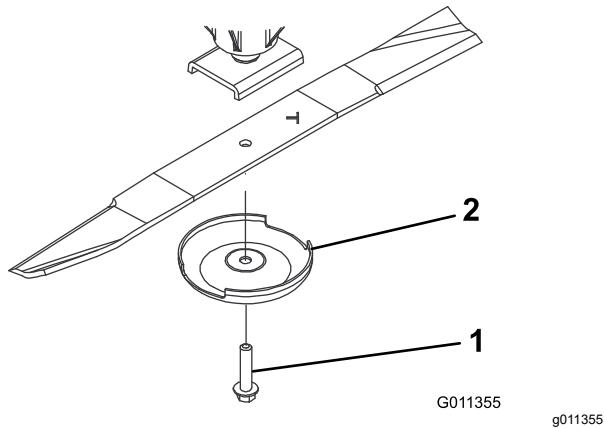

Figura 14
- Fixe a extremidade da lâmina utilizando um pedaço de tecido ou uma luva grossa. Retire o parafuso da lâmina, o recipiente antidanos e lâmina do eixo (Figura 14).
- Instale a lâmina, com a aba voltada para a plataforma de corte, com o recipiente antidanos e o parafuso da lâmina (Figura 14). Aperte o parafuso da lâmina com 115 a 149 N·m.